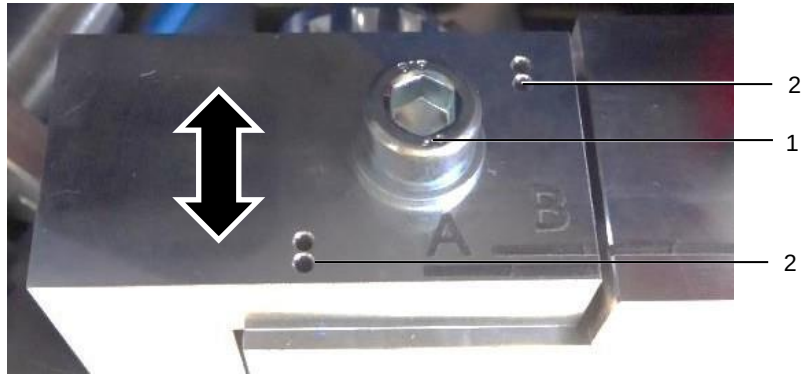

Fig. 14: Innstilling åpningskile (innstilt: B)
- Løsne montasjeskruen (fig. 14, pos. 1) til innstillingsplaten kan løftes litt over sperrebolten.
- Sett innstillingsplaten på ønsket posisjon. I denne prosessen må en av sperreboltene passe inn i de tilsvarende åpningene (fig. 14, pos. 2).
- Trekk til montasjeskruen igjen (fig. 14, pos. 1).